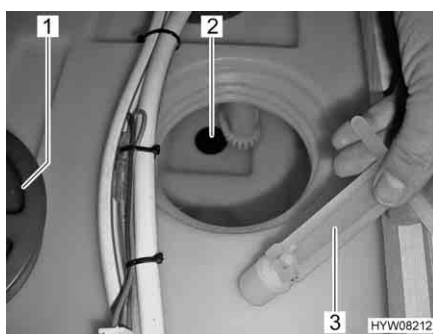

Fig. 152 Serbatoio dell'acqua
- Svitare il coperchio (Fig. 152,1) del serbatoio dell'acqua.
- Estrarre il tappo di chiusura (Fig. 152,3) dall'apertura di scarico (Fig. 152,2). L'acqua fuoriesce.